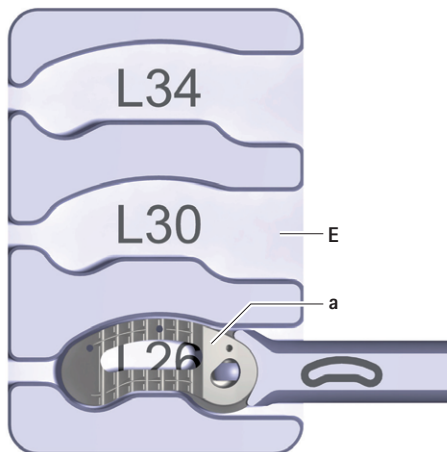

Fig. 9 Implant dans le support de remplissage
- Placer l'implant **a** dans le support de remplissage **E**, voir Fig. 9. Tenir compte ce faisant de la longueur d'implant (inscription sur le support de remplissage: L26/L30/L34).